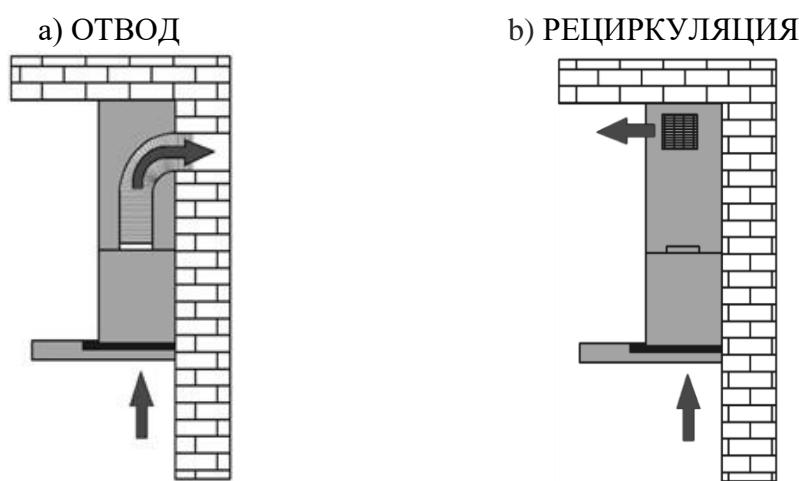

Рис. 6
1)Отвода (рис. 6а) – воздух удаляется из помещения через соединение вытяжки с вентиляционным каналом жестким пластиковым воздуховодом или гофрированным шлангом диаметром 100 мм с применением соответствующего переходника, который входит в комплект вытяжки (для 50/60 см), и 150 мм (для 90 см). И, таким образом, все кухонные испарения, запахи, гарь и копоть, проходя через многоразовые алюминиевые жироулавливающие фильтры, выводятся за пределы помещения. При данном режиме работы нет необходимости устанавливать угольные фильтры. Режим отвода является наиболее эффективным, поскольку вытяжка удаляет все кухонные испарения за пределы кухни в вентиляционную шахту.
2)Рециркуляции (рис. 6б) – внутренняя циркуляция воздуха через угольные фильтры (рис. 5). Вытяжка в данном случае не подключается к вентиляционной шахте и, таким образом, воздух просто прогоняется через вытяжку внутри кухни.